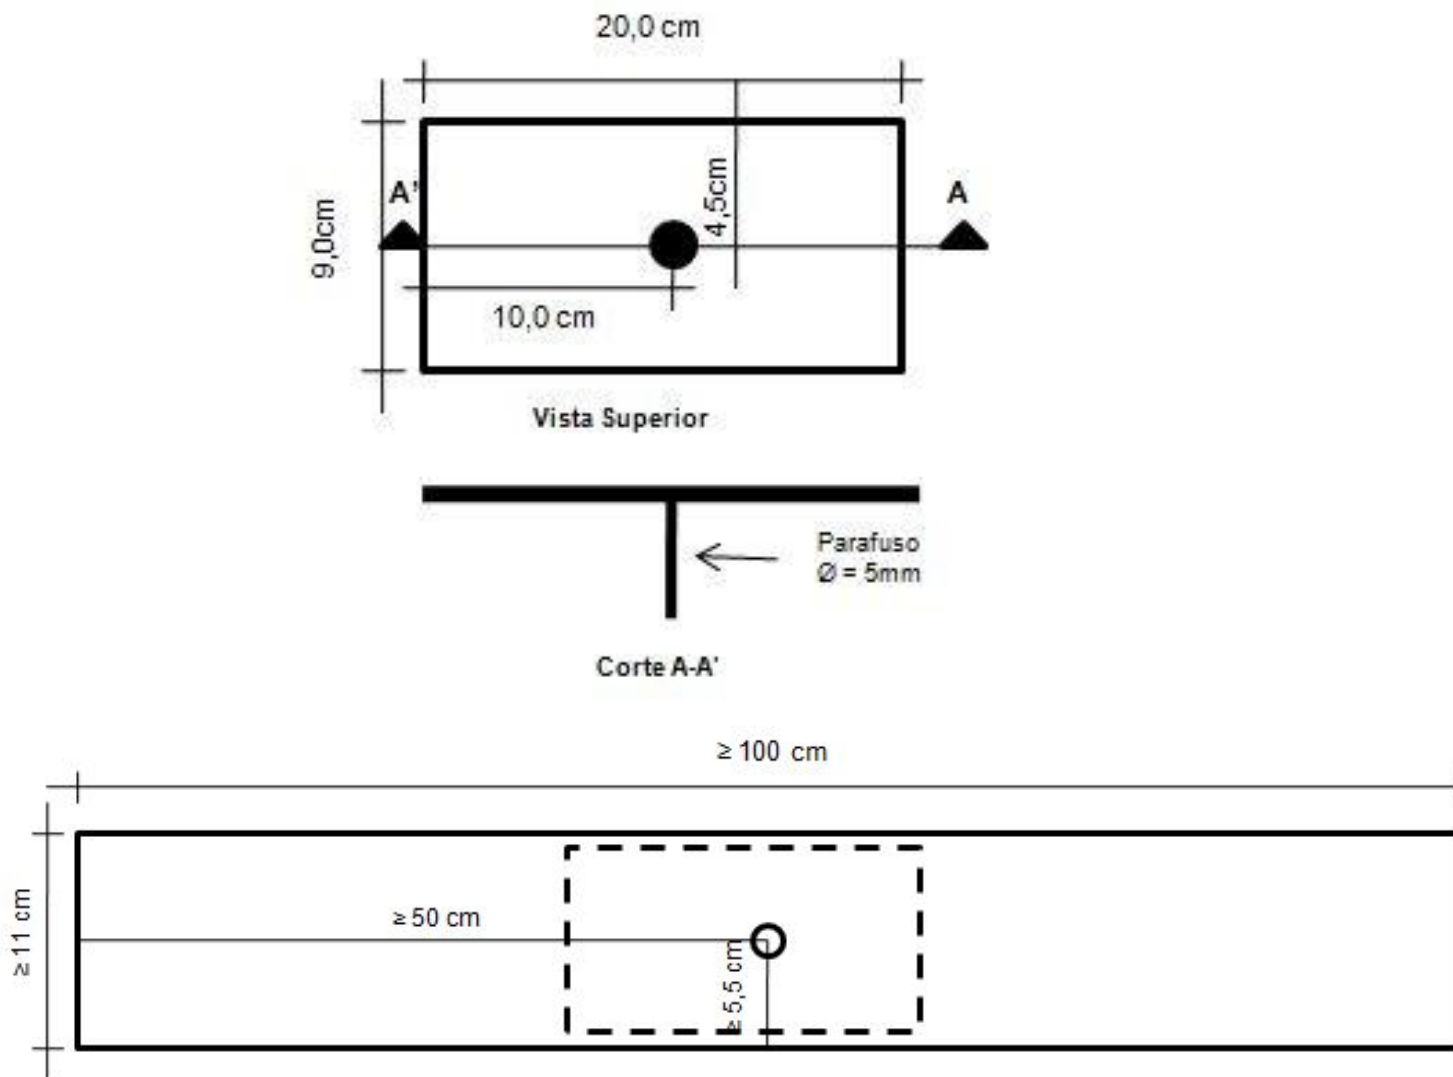

Figura 8: placa de ruptura que será utilizada
- A aplicação de carga na estrutura será feita a partir de uma placa, detalhada na figura 8, que será apoiada no tabuleiro da ponte em um furo centralizado, de acordo com o exemplo demonstrado;